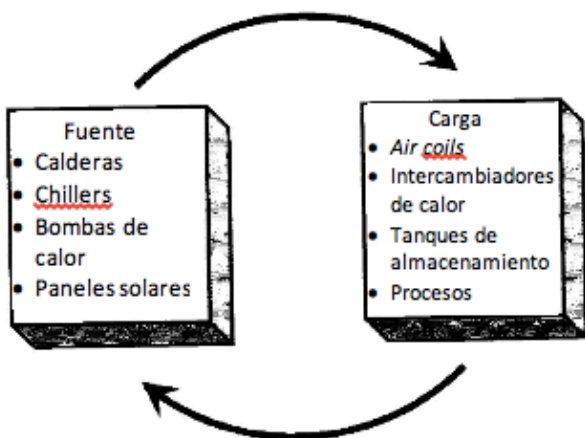

Fig. 1 Fuente y carga, página 2 del manual Fundamentals of Water System Design, ASHRAE Learning Institute.
1. Una fuente (Fig. 1 y 2) para obtener calor por medio de una caldera, bomba de calor, un sistema solar o un sistema geotérmico,
3. La carga (Fig. 1 y 2) es el calor que se transfiere en los serpentines a donde llega el líquido,